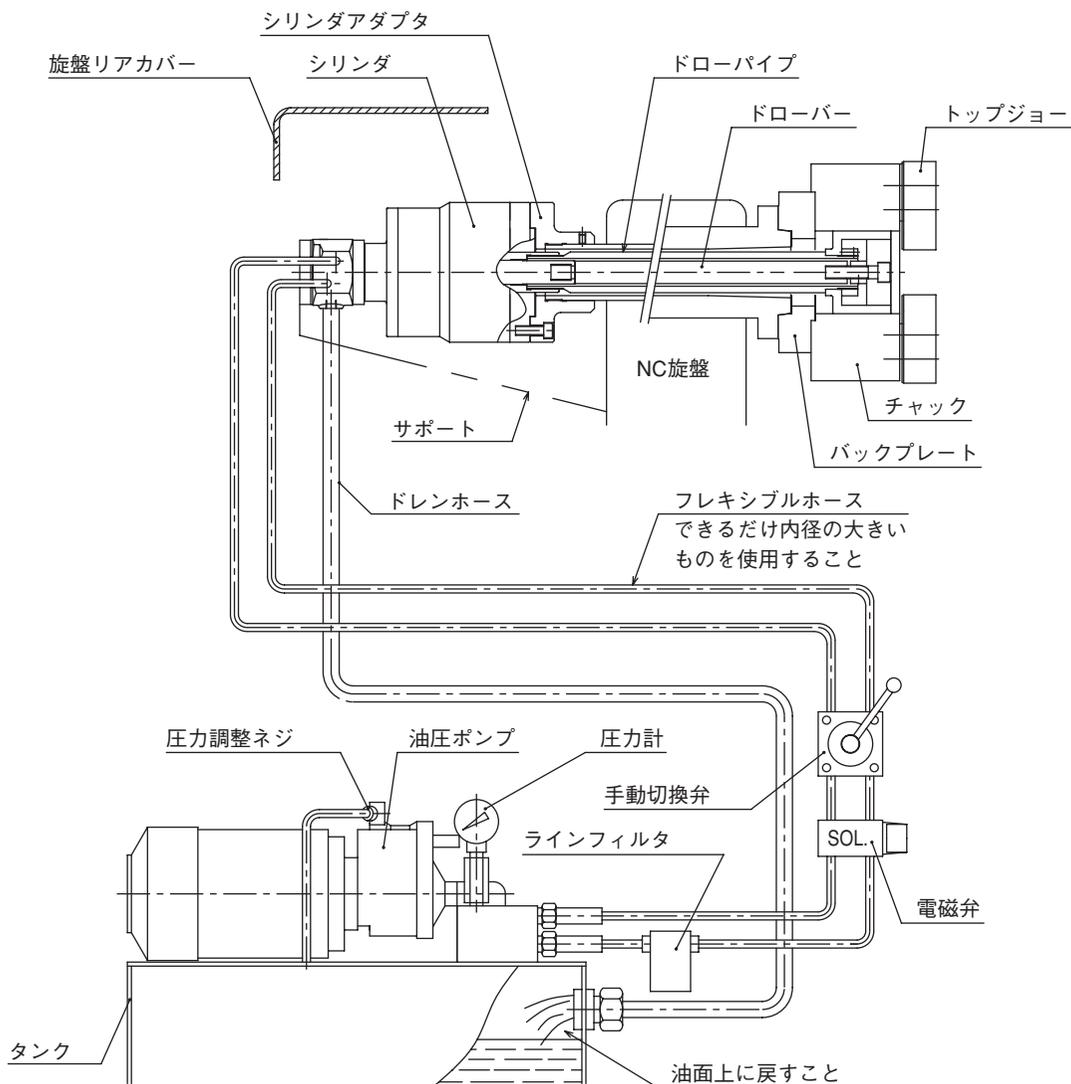

図 7
- ドレンは必ず油圧ユニットの油面上に戻すこと。(図7参照)
- ドレンホースは、油圧ユニットの油面上に戻してください（図7）。弁ブロック等のTポートに接続すると背圧がかかりシリンダのオイルシールが破損します。